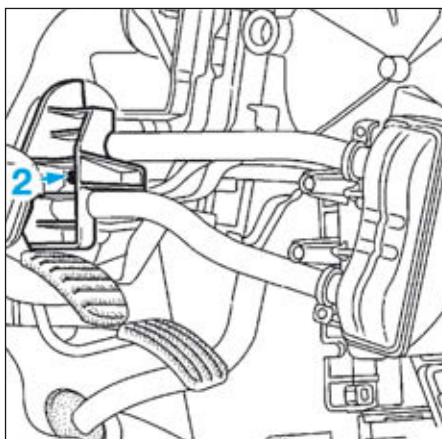

FIG.26
- Déposer la vis de la bride (2) des tuyaux du radiateur de chauffage sur le boîtier répartiteur (Fig.26).